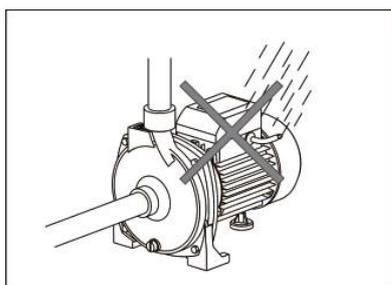

Рисунок 6
4. Насос необходимо поместить выше уровня всплеска воды, а так же не помещать в воду (см. рисунок 6).